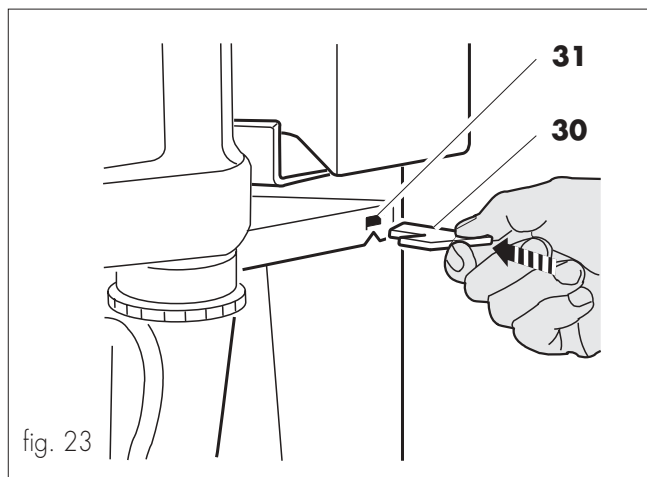

fig. 23
- Introducir la llave de plástico (ref. **30**, fig. 23) en la apertura (ref. **31**, fig. 23) de anulación de los microinterruptores de seguridad.
- Quitar la llave de anulación de los micro (ref. **30**, fig. 23).